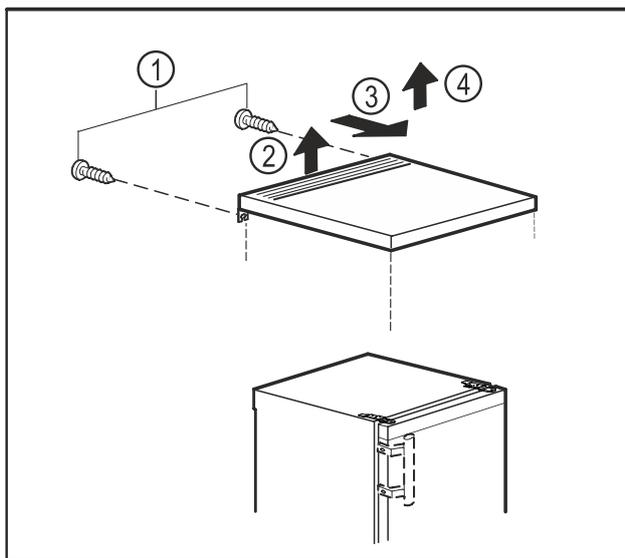

Fig. 9
- Schrauben an der Rückseite entfernen. Fig. 9 (1)
- Tischplatte hinten anheben. Fig. 9 (2)
- Tischplatte nach vorn schieben. Fig. 9 (3)
- Tischplatte nach oben abnehmen. Fig. 9 (4)